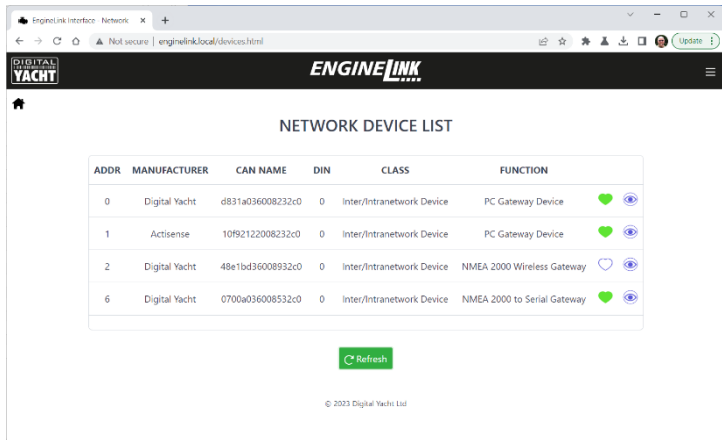

Figure 15
- Liste des appareils NMEA 2000 (Fig 15)
La page Paramètres comprend également un bouton "Liste des appareils" qui est utile pour voir quels autres appareils sont sur le NMEA 2000, quelle adresse CAN ils ont, etc. En cliquant sur ce bouton, vous accédez à la page illustrée à la figure 15.